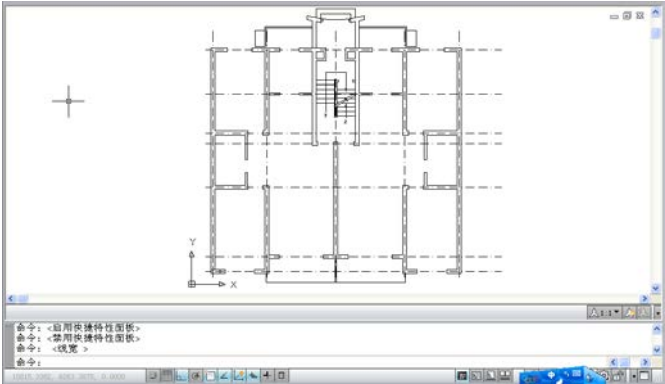

图 18.7
(4) 将【墙】图层设为当前图层，使用【多线】工具，设置宽度为 240，绘制墙体，并开出门洞和窗洞，结果如图 18.7 所示。